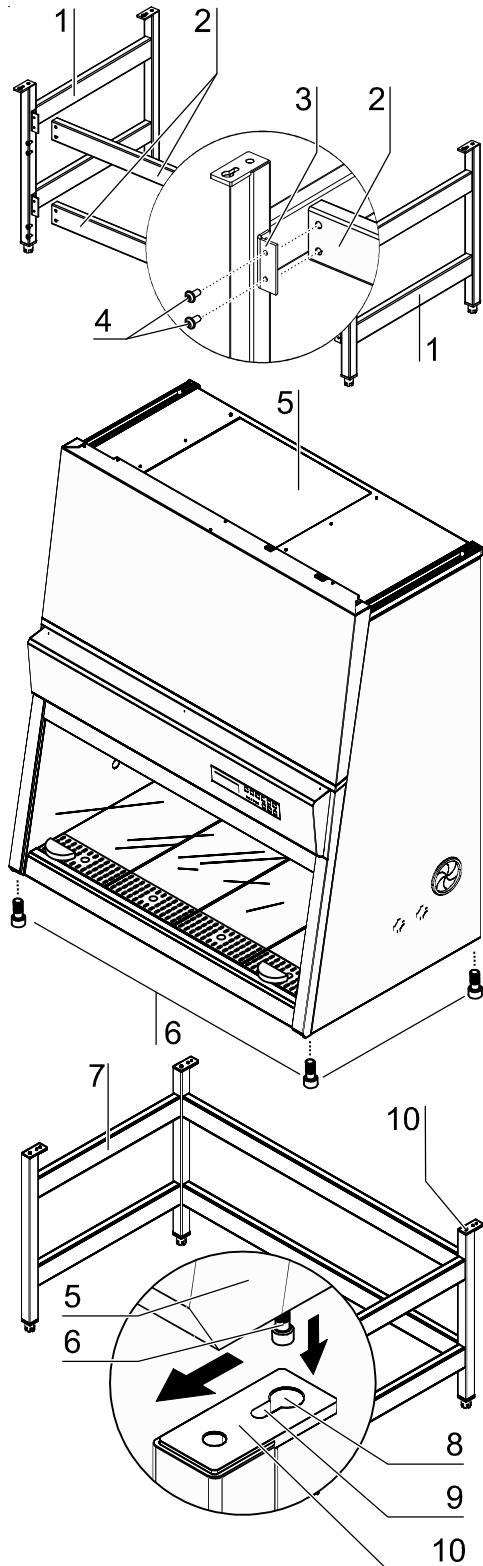

Abb. 10
- Abb. 10:** Die beiden Traversen [2] auf die Haltewinkel [3] der Seitenteile [1] schieben. Die Traversen mit den Schrauben [4] an den beiden Seitenteilen verschrauben.